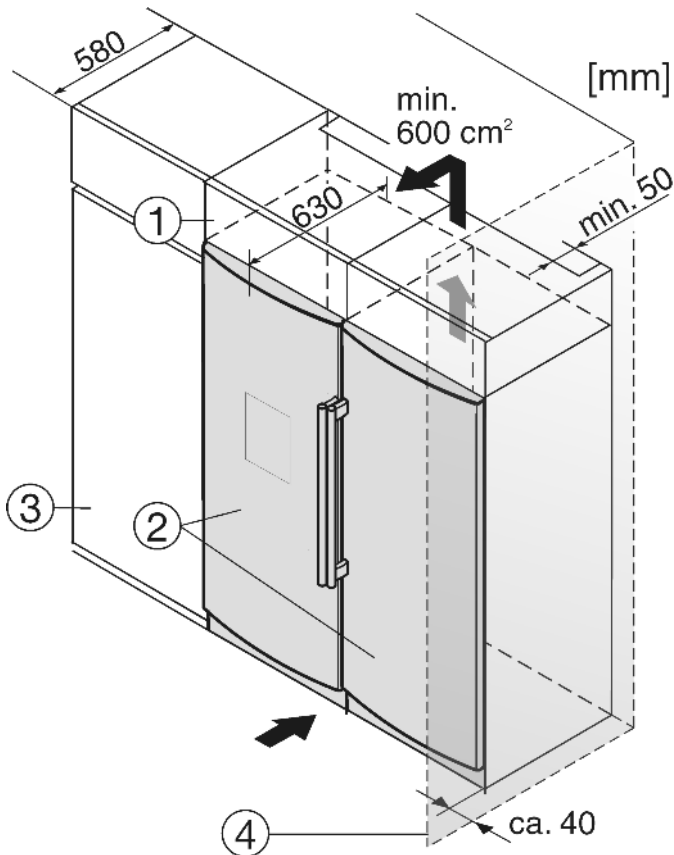

Fig. 19
- (1) Mobile da appoggio                      (3) Mobile da cucina
(2) Apparecchio                                (4) Parete
L'apparecchio può essere incassato nell'arredamento per la cucina. Per adattare l'apparecchio Fig. 19 (2) all'altezza della cucina componibile, è possibile applicare sopra l'apparecchio un adeguato mobile da appoggio Fig. 19 (1).
Nell'incasso con mobili da cucina (profondità max. 580 mm) l'apparecchio può essere installato direttamente accanto al mobile da cucina Fig. 19 (3). La porta dell'apparecchio sporge di lato 34 mm e al centro dell'apparecchio 50 mm rispetto alla parte anteriore del mobile da cucina. Questo consente una perfetta apertura e chiusura.
Se l'apparecchio con cerniere viene installato accanto ad una parete Fig. 19 (4), la distanza minima fra l'apparecchio e la parete deve essere almeno di 40 mm, che corrisponde alla sporgenza della maniglia con la porta aperta.